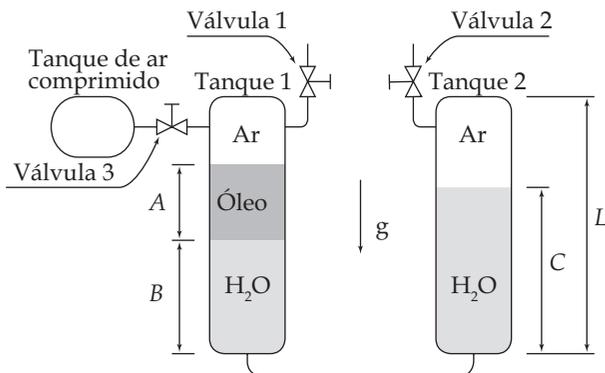

Figura Ep1.17
**Ep1.17** Observe a Figura Ep1.17, na qual há dois tanques cilíndricos de mesma altura. Sabe-se que a pressão atmosférica local é igual a  $100\text{ kPa}$ , a temperatura ambiente é igual a  $20^{\circ}\text{C}$ ,  $A = 1,0\text{ m}$ ,  $B = 3,0\text{ m}$ ,  $L = 5\text{ m}$ ,  $D_1 = 0,2\text{ m}$ ,  $D_2 = 0,5\text{ m}$ , a massa específica da água é igual a  $1000\text{ kg/m}^3$  e a do óleo é igual a  $800\text{ kg/m}^3$ . Supondo-se que as válvulas 1 e 2 estão abertas e que a 3 está fechada, determine o valor da dimensão  $C$ .
**Ep1.18** Observe a Figura Ep1.17. Suponha que, estando os tanques na condição descrita na questão Ep1.17, a válvula 1 seja fechada, a válvula 2 permaneça aberta e que a válvula 3 seja ligeiramente aberta, de forma que ar penetre no tanque 1, fazendo com que o nível superior do óleo baixe, ficando  $10\text{ cm}$  abaixo do nível superior da água no tanque 2. Determine a pressão manométrica do ar aprisionado no tanque 1.
**Ep1.19** Observe a Figura Ep1.17, na qual há dois tanques cilíndricos de mesma altura. Sabe-se que a pressão atmosférica local é igual a  $100\text{ kPa}$ , a temperatura ambiente é igual a  $20^{\circ}\text{C}$ ,  $A = 1,0\text{ m}$ ,  $B = 3,0\text{ m}$ ,  $L = 5\text{ m}$ ,  $D_1 = 0,2\text{ m}$ ,  $D_2 = 0,5\text{ m}$ , a massa específica da água é igual a  $1000\text{ kg/m}^3$  e a do óleo é igual a  $800\text{ kg/m}^3$ . Suponha que, inicialmente, as válvulas 1 e 2 estão abertas e que a 3 está fechada, de forma que a pressão do ar nos tanques 1 e 2 sejam iguais à atmosférica. Nessa situação, as válvulas 1 e 2 são fechadas e, a seguir, a válvula 3 é ligeiramente aberta, de forma a injetar ar no tanque 1, aumentando a sua pressão e fazendo com que o nível superior do óleo fique  $20\text{ cm}$  abaixo do nível da água no tanque 2. Considerando que a temperatura de todos os fluidos seja mantida igual a  $20^{\circ}\text{C}$  durante o processo, pede-se para determinar a pressão manométrica final do ar em cada um dos tanques.
**Ep1.20** Na Figura Ep1.17, há dois tanques cilíndricos de mesma altura. Sabe-se que a pressão atmosférica local é igual a  $100\text{ kPa}$ ,  $A = 1,0\text{ m}$ ,  $B = 3,0\text{ m}$ ,  $L = 5\text{ m}$ ,  $D_1 = 0,2\text{ m}$ ,  $D_2 = 0,5\text{ m}$ , a massa específica da água é igual a  $1000\text{ kg/m}^3$  e a do óleo é igual a  $800\text{ kg/m}^3$ . Conside-